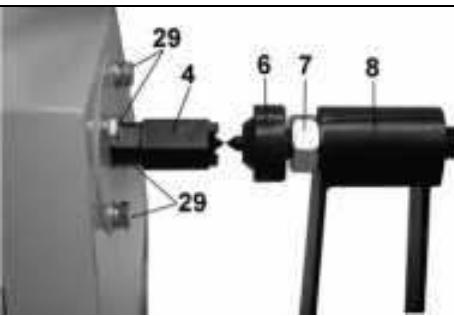

Рис.8
9.5. Совмещение центров (Рис. 8)